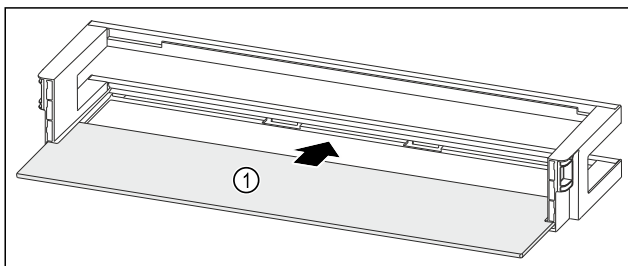

Fig. 123 Balconnet de contre-porte avec tablette de rangement
- ▶ Insérer la tablette de rangement Fig. 123 (1) dans les évidements latéraux.